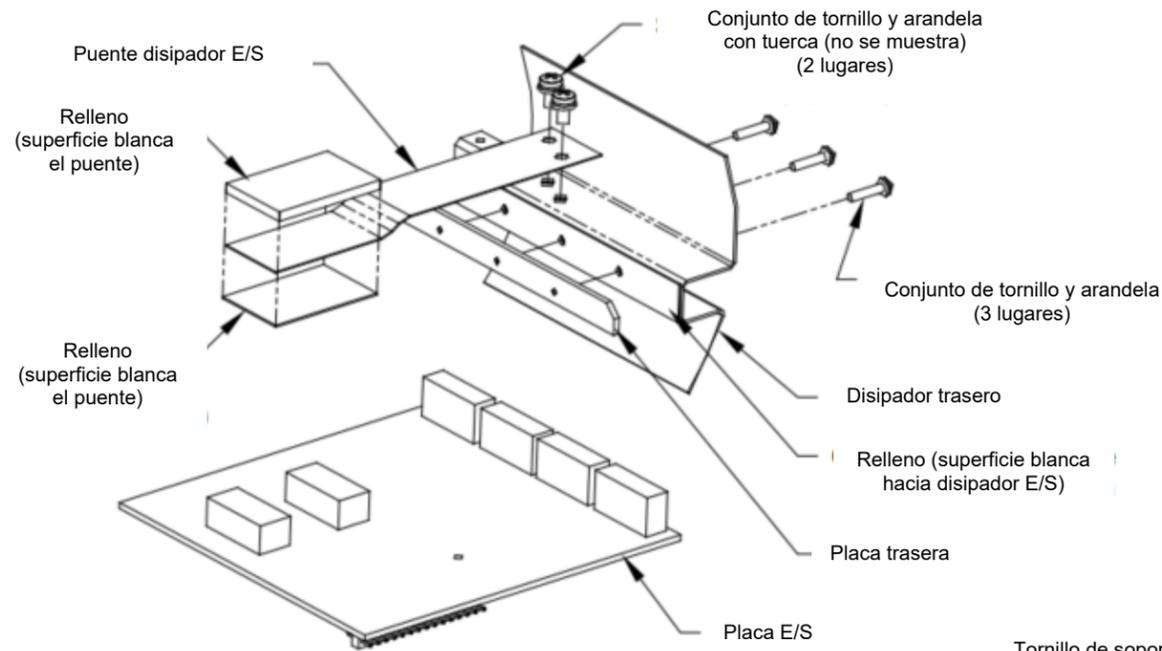

**Ilustración 6**
3. Localice el fusible en el lado izquierdo de la placa de alimentación, justo debajo de la placa de terminales (consulte la *Ilustración 6*) en la *Figura 7 de la página 30*.